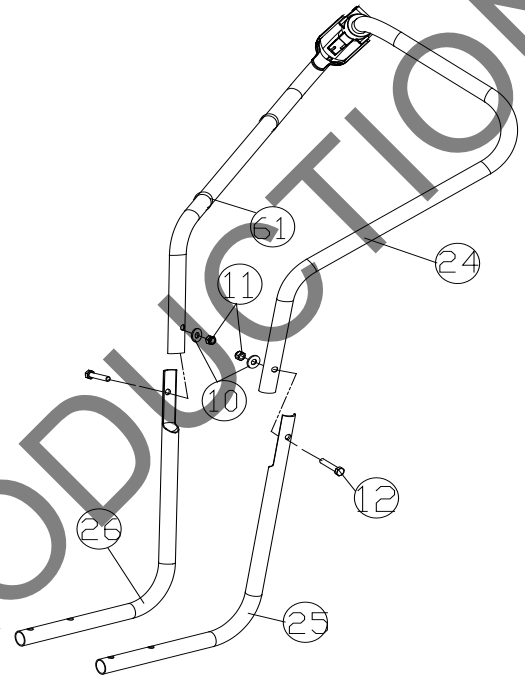

Fig. 1
1. Materialet til montering af det øverste håndtag på det nederste kan findes på det nederste håndtag. Monter det øverste håndtag (genstand #24) på de formonterede nederste håndtag (genstand #25 & #26) ved at lade det øverste håndtag glide over og ned af indersiden af det nederste håndtag. Brug en bolt (genstand #12), spændeskiver (genstand #10) og låsemøtrik (genstand #11) til at montere det øverste håndtag på det nederste. Afslut monteringen af det øverste håndtags anden side ved hjælp af de medleverede skruer og låsemøtrikken. Aim-and-Shoot™ er ikke fastgjort, så du er nødt til at rulle kablet ud og fastgøre enden med bolden til stangen og placere kabelenden i hullet på saddeklemmen med kablet kørende gennem rillen. For at forhindre kablet i at blive beskadiget skal du bruge tre kabelstrips (genstand #61) til at fastgøre det til håndtaget som vist for at sikre, at kablet ikke gnider mod dækket. (Se Fig. 1)